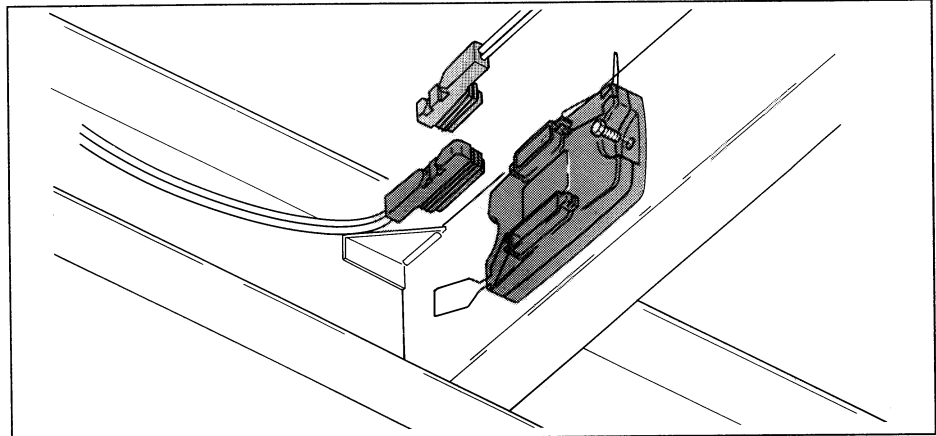

imagen 5. montaje de la unidad reguladora
- quede suficiente espacio para conectar los cables (imagen 5).